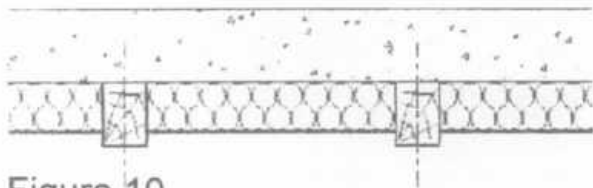

Figure 10
6.2 Disposition de l'isolant entre les chevrons lorsque ceux-ci sont fixés contre la structure porteuse (figure 10).